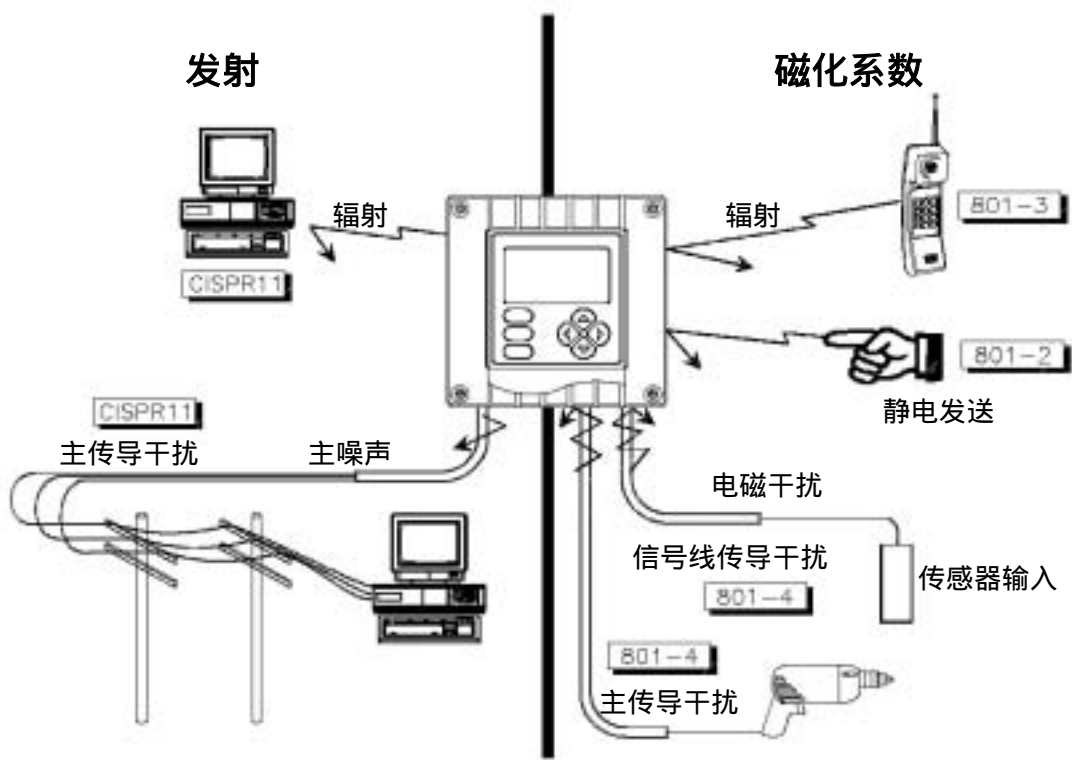

图 1-1 EMI/RFI 抗干扰图
1.5 EMI/RFI 抗干扰 | 分析仪的设计可保护其免受通常情况下会遇到的大量电磁干扰。该保护超过了美国标准 ,并满足欧洲制定的与电磁和无线电频率发射以及磁化系数有关的 IEC 801-系列测试标准。更多的信息参考图 1-1 和第 2.1 节规格说明。